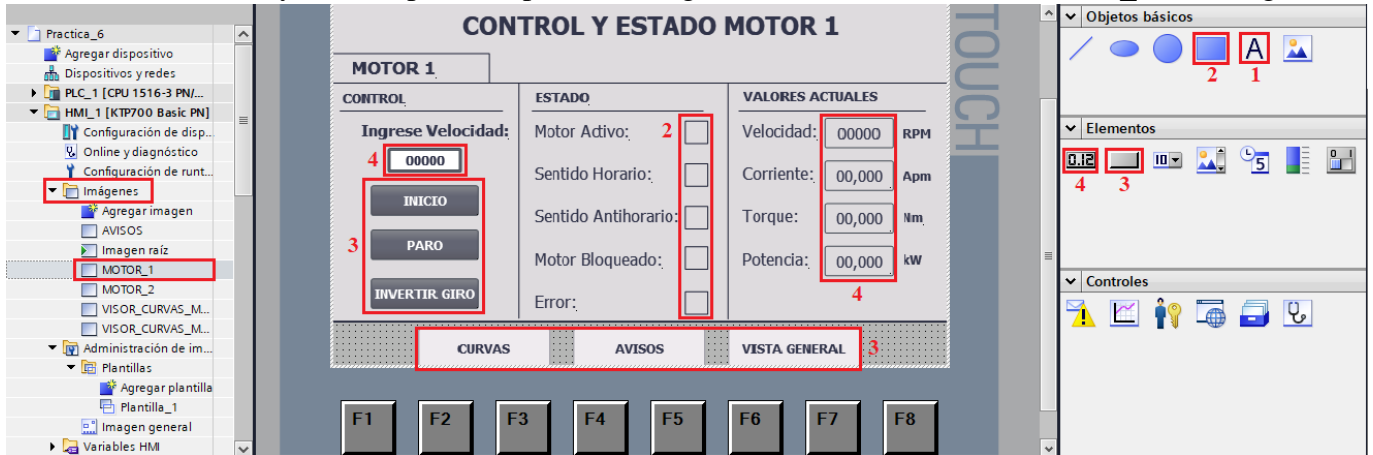

Figura 47. Configuración imagen MOTOR_1
- A continuación, se muestra la disposición de los elementos usados: (1) Texto, (2) Rectángulo, (3) Botón y (4) Campos E/S, para la configuración de la ventana “MOTOR_1” (ver Figura 47).